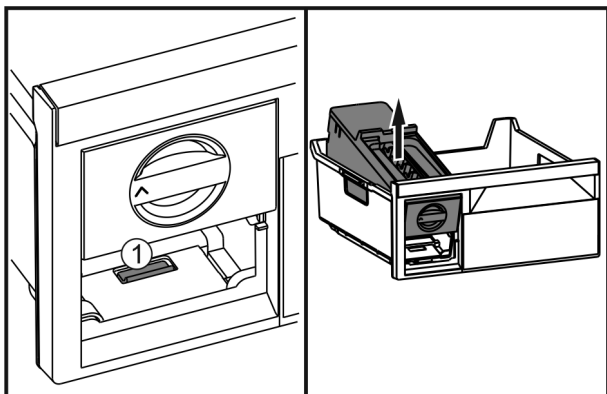

Fig. 46
- ▶ Wcisnąć nakładkę Fig. 46 (1), EasyTwist-Ice zdjąć od tyłu i wyjąć z szuflady zamrażalnika.